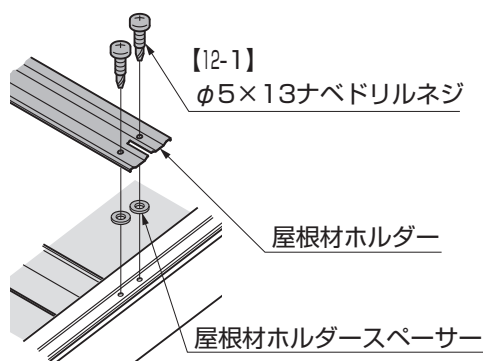
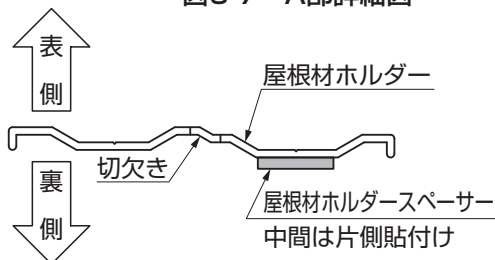

図6-7 A部詳細図
図6-8 屋根材ホルダー断面図
- 取付け前に屋根材ホルダー下面に屋根材ホルダースパースーを貼付けてください。(端部：図6-7、中間：図6-8参照)
- ① 縦樋を切断してください。(表7-1参照)
- ② 後枠両端の片方の水抜き穴にアタッチメントパッキン、雨樋アタッチメント、ドレンエルボ、縦樋、92°エルボ、でんでんを接着剤と【9-8】、【9-9】で取付けてください。
- ③ もう一方の水抜き穴に、アタッチメントパッキン、雨樋穴ふさぎキャップを【9-8】で取付けてください。
- ④ ネジ部にシーリング材を充てんしてください。(※1)